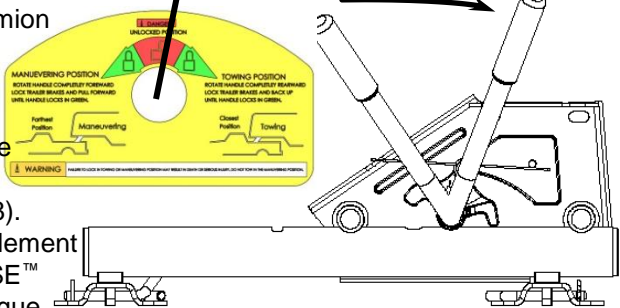
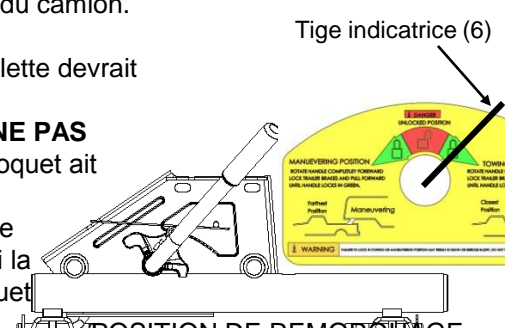

Figure 17
Figure 18
3. Pousser la poignée (3) vers l'arrière (voir figure 17). Si la poignée (3) est difficile à bouger, elle peut être coincée dans le trou du loquet dans le tube de glissement (7). On peut y remédier en déplaçant légèrement le camion de l'arrière à l'avant jusqu'à ce que la poignée (3) bouge librement.
4. La tige indicatrice (6) devrait être au-dessus de la section déverrouillée rouge près de la section verte de remorquage (voir figure 17). La pression du ressort presse le loquet contre le dessus du tube (7), le loquet se verrouillera dans la fente lorsque la REESE™ Fifth Wheel Slider se déplace à la position de remorquage (voir figure 18).
5. Retourner au camion. Dégager le frein à main. Engager manuellement le frein de la remorque et reculer le camion jusqu'à ce que la REESE™ Fifth Wheel Slider s'arrête près du boulon sur le pied (figure 12) et que le loquet s'engage en position de remorquage (voir figure 18).
- B. Si la sellette ne bouge pas, le loquet a engagé les tubes (7) et la sellette devrait être bloquée en position de remorquage.
- C. Si la sellette ne bouge pas, le loquet n'a pas engagé les tubes (7). **NE PAS REMORQUER!** Répéter les étapes 1 - 6 ci-dessus jusqu'à ce que le loquet ait engagé le tube (7).
7. Examiner l'étiquette de mise en garde (5). La tige indicatrice (6) devrait être au-dessus de la section verte sur la droite de l'étiquette (5) (voir figure 18). Si la tige indicatrice (6) est au-dessus de la section rouge sur l'étiquette (5), le loquet n'a pas engagé les tubes (7). **NE PAS REMORQUER!** Répéter les étapes 1- 6 ci-dessus.